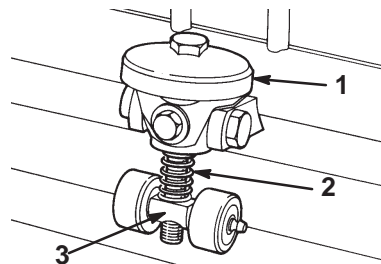

Bild 15
- Entfernen Sie das Mähwerk von der Zugmaschine und stellen Sie es auf eine ebene Arbeitsfläche. Achten Sie darauf, dass kein Spindelkontakt besteht. Drehen Sie hierfür das Untermesser-Einstellrad entgegen dem Uhrzeigersinn (Bild 15).
- Führen Sie an beiden Seiten der Spindelvorderseite einen langen Zeitungspapierstreifen zwischen die Spindel und dem Untermesser ein. Drehen Sie die Spindel langsam nach vorne und drehen Sie das Einstellrad des Untermessers (Bild 15) jeweils um einen Klick im Uhrzeigersinn, bis das Papier leicht festgehalten wird. Dies führt zu einem leichten Widerstand, wenn Sie am Papier ziehen.